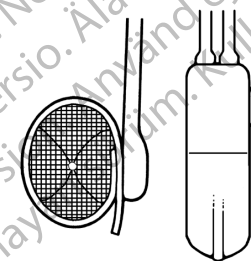

Figura 4-41. Manșon și pompă reumplute
*Notă: Aceasta va deplasa sabotul de dezactivare înapoi în poziția activat. După ce dispozitivul este activat, întâi se va umple pompa, apoi se va reumple manșonul **(Figura 4-41)**. Va dura câteva minute pentru ca dispozitivul să se reumple, iar manșonul să închidă uretra sau colul vezicii urinare. Când sistemul este activat, pompa poate deveni mai puțin fermă.*